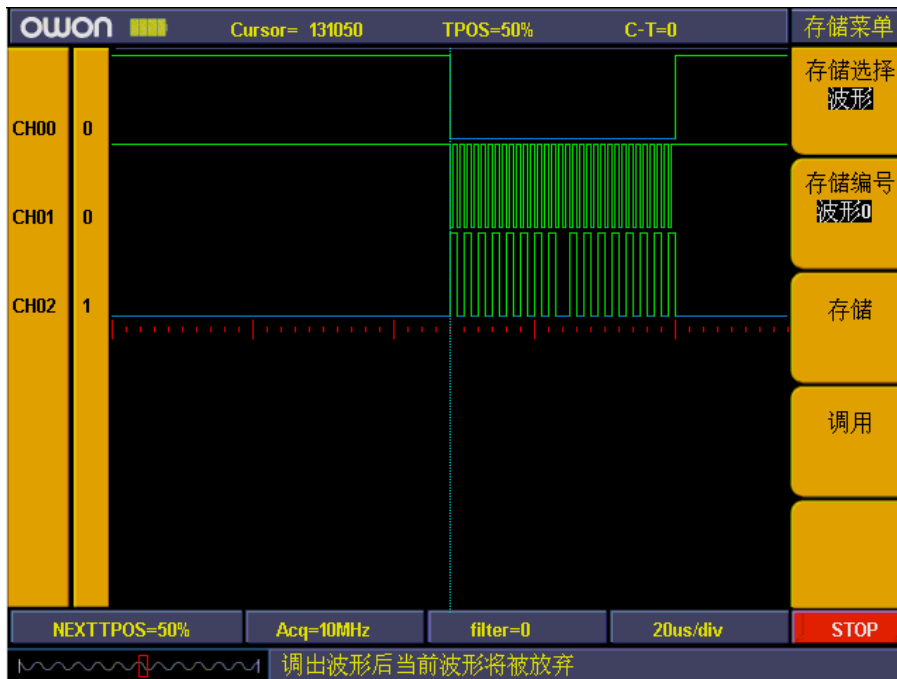

图 100：波形存储
- 8、在调出存储的波形和设置，直接按“F4”键，存储的波形或设置就被调出。见图 100。